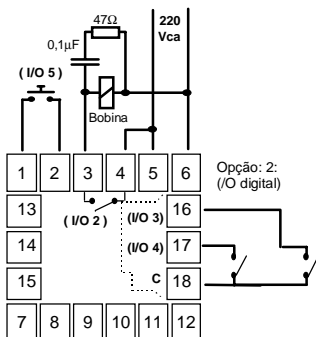

Figura 8 - conexão em I/O3, I/O4 e I/O5 e o filtro RC em I/O 2
- É recomendável o uso de FILTROS RC (supressor de ruído) em bobinas de contactoras, solenóides, etc. Ver exemplo de aplicação na Figura 8.
Um resistor *shunt* de **100Ω** deve ser montado externamente junto aos terminais do controlador e conectado conforme Figura 8.
Para acionar os canais I/O 3, I/O 4 ou I/O 5 como Entrada Digital conecte uma chave ou equivalente (contato seco) aos seus terminais, como mostra a Figura 8.